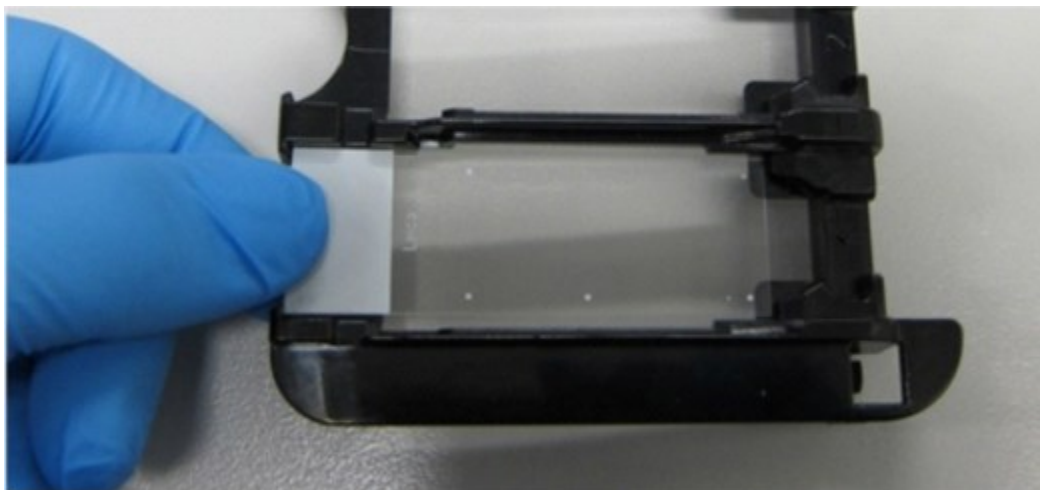

Figure 4-5: Ustawianie szkiełka na tacy na szkiełka
2. Ustawić szkiełko w pustej pozycji na tacy na szkiełka, tak aby koniec szkiełka znajdował na wgłębieniu tacy (zob. Figure 4-5). Umieścić szkiełko tak, aby znalazło się w zagłębieniu na tacy.